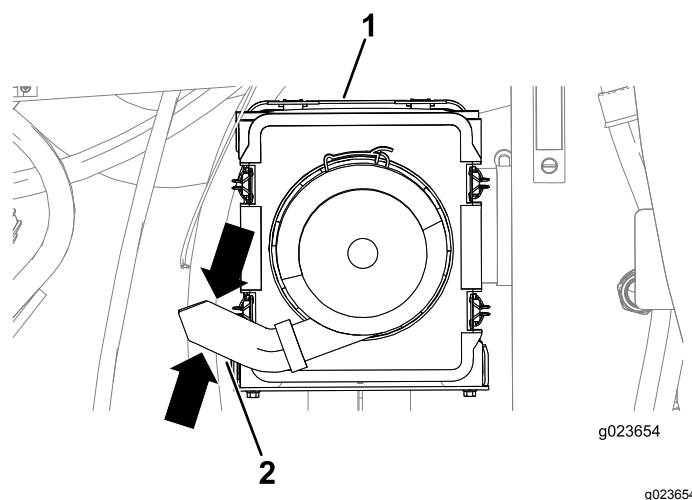

Figura 87
3. Aperte as laterais da válvula de descarga de poeira na tampa do purificador de ar para liberar eventual acúmulo de água, poeira ou sujeira da válvula. (Figura 87).